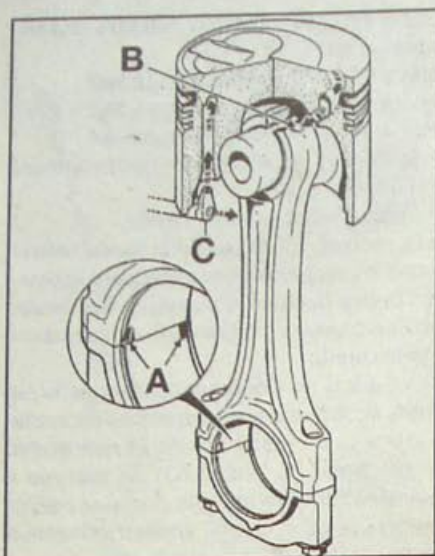

Рис. 3.63. Взаимное положение сборки поршня и шатуна:
– выступы (A, рис. 3.63) на шатуне и нижней головке шатуна должны располагаться со стороны клеверообразных выемок на днище поршня.